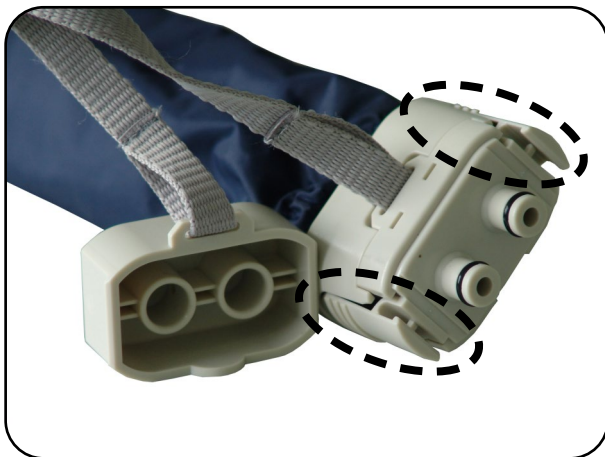
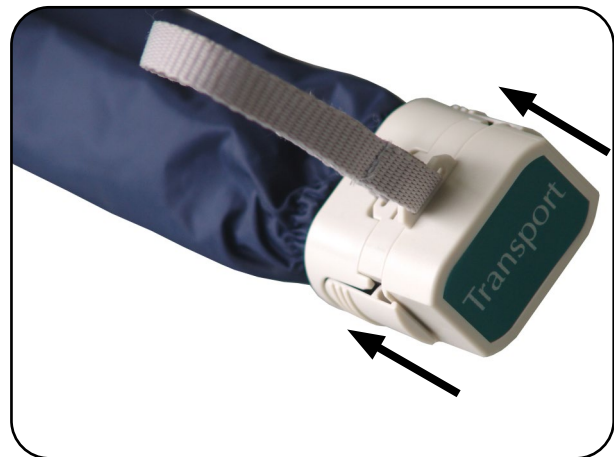

Abb. 8.5.01 - Anschlussstecker offen
Abb. 8.5.02 - Anschlussstecker verschlossen
1. Trennen Sie den Anschlussstecker der Versorgungsschläuche durch Drücken der Einrastsicherung (Abb. 8.5.01) vom Aggregat.
2. Verschließen Sie sofort den Anschlussstecker mit dem anhängenden Verschlussdeckel bis dieser hörbar einrastet (Abb. 8.5.01 und Abb. 8.5.02).
2. Trennen Sie den Anschlussstecker der Versorgungsschläuche durch Drücken der Einrastung vom Aggregat (Abb. 8.5.01 und Abb. 8.8.01).
3. Verschließen Sie sofort den Anschlussstecker mit dem anhängenden Verschlussdeckel bis dieser hörbar einrastet (Abb. 8.5.01 und Abb. 8.5.02).
Versorgungsschläuche sind nicht korrekt am Aggregat befestigt	Befestigen Sie die Versorgungsschläuche am Aggregat, bis diese hörbar einrasten (Abb. 8.5.01 und Abb. 6.04)
Anschlussstecker zwischen Versorgungsschläuchen und Aggregat ist nicht vollständig in Anschlussbuchse eingesteckt	Prüfen Sie die Verbindung des Anschlusssteckers zur Anschlussbuchse. Die Einrastsicherungen müssen hörbar einrasten (Abb. 8.5.01 und Abb. 6.04)